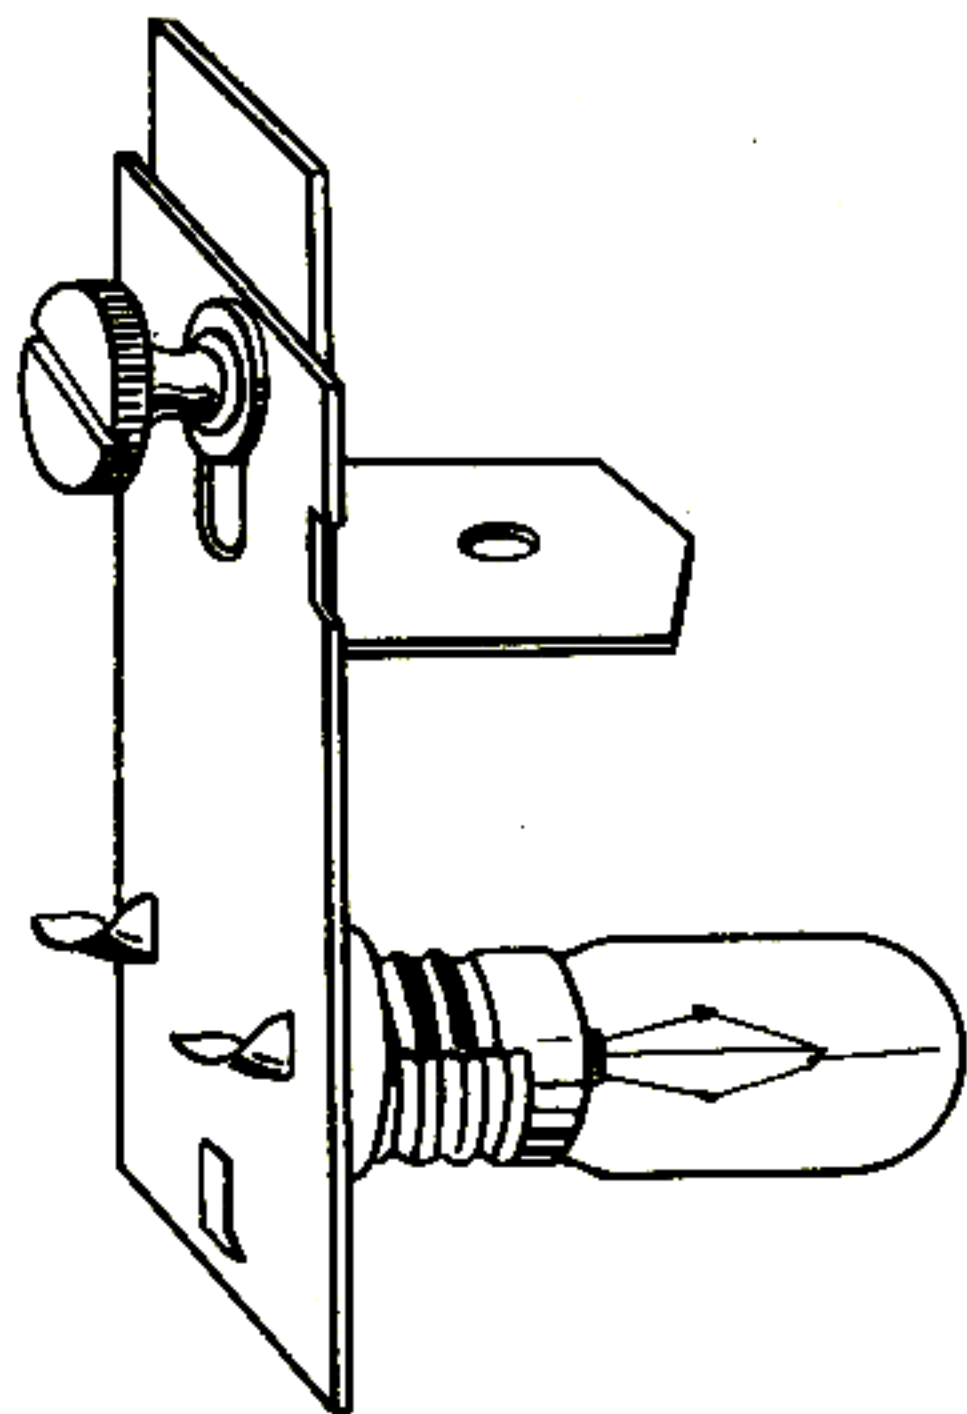

Fig. 4
6. Het lampje wordt in de houder gedraaid en de houder aan de beugel op het chassis bevestigd, zie fig. 4.